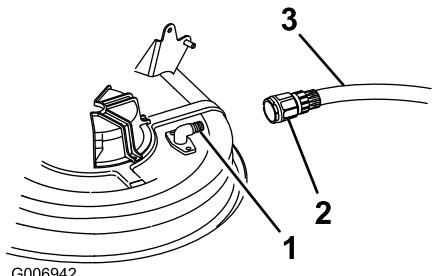

Figura 42
4. Conecte el acoplamiento (no suministrado) al conector de lavado del cortacésped, y abra el grifo al máximo (Figura 42).